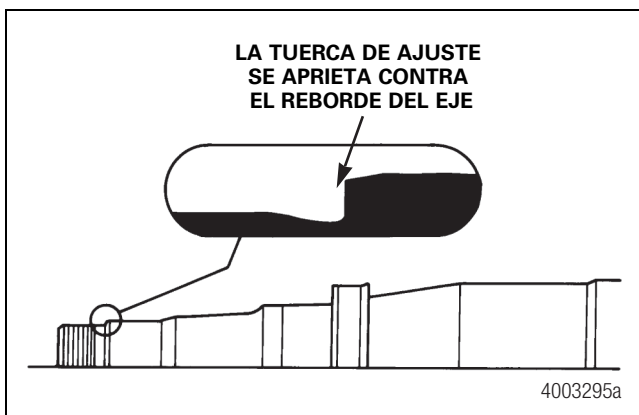

Figura 11.1
1. La mayoría de los ejes de semirremolque ofrecen la opción de ajuste positivo de cojinetes. Con este método, el juego axial del cojinete de rueda de 0.005-0.007 pulgada (0.127-0.178 mm) se obtiene automáticamente apretando la tuerca de ajuste contra un reborde torneado en la espiga del eje. Figura 11.1.